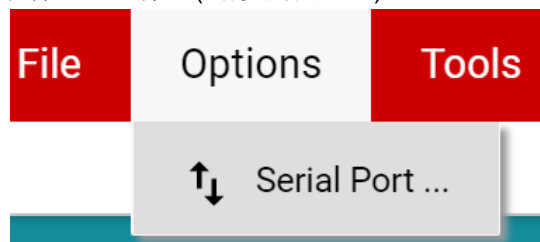

图 3-5. 更改串行端口
- a. 如果 GUI 的左下角未显示 *Hardware Connected*（硬件已连接），请在 *Options >> Serial Port*（选项 >> 串行端口）下检查不同的硬件 COM 端口（请参阅图 3-5）。